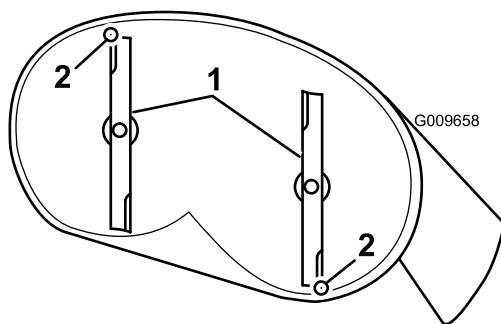

Figura 52
4. Gire cuidadosamente las cuchillas colocándolas en el sentido de avance de la máquina (Figura 52).
5. Mida entre la punta de la cuchilla delantera y la superficie plana y entre la punta de la cuchilla trasera y la superficie plana (Figura 52).
7.9 mm (1/16 a 5/16 pulgada) más baja que la punta de la cuchilla trasera (Figura 52).